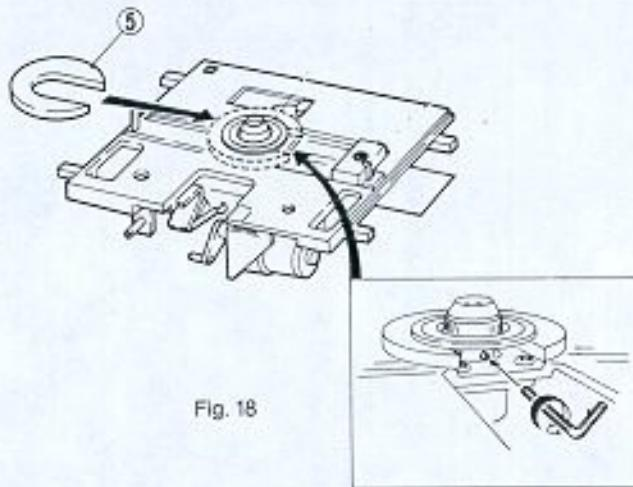

Fig. 18
Lagerblock durch den Schlitten führen, um 90° drehen und in der Aufnahmehöhe der Grundeinheit fixieren. Die 4 Befestigungsschrauben über Kreuz anziehen. Motor auf Leichtigängigkeit prüfen. Plattenauflnehmer 16 auf die Motorachse setzen und den Abstand mit Einstellehre ⑤ fixieren, Innensechskantschrauben anziehen (Fig. 18). Feder und Aufnehmer 18 und 19 montieren und mit Schraube (Achtung Linksgewinde) anziehen.